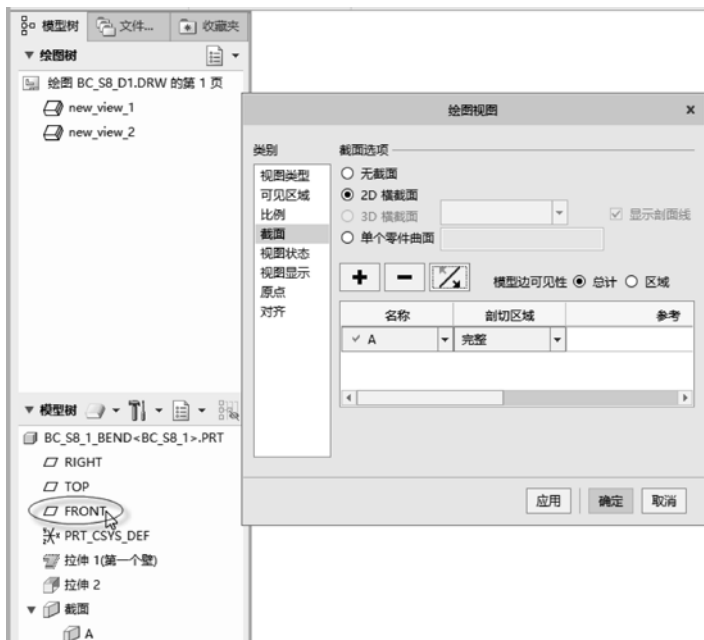

图 8-29 选择基准平面
(8) 在模型树中选择 FRONT 基准平面，如图 8-29 所示，此时在“绘图视图”对话框中会在截面 A 名称前面标上符号“”，表示该截面当前有效。